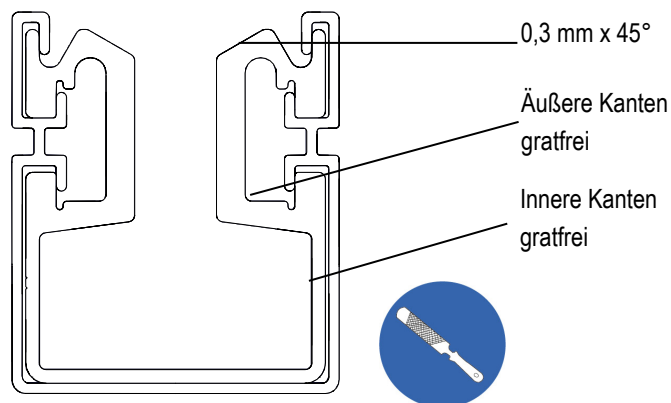

Abb. 35: ProfiDAT®-Profil gratfrei
- Nach dem Zuschneiden der Aluminiumschiene eine Fase von max. 0,3 mm x 45° an der Aluminiumschiene mit einer Schlüsselfeile herstellen (siehe Abb. 35). Dies ist wichtig, um Verschleiß der Schleifkohle zu verhindern! Grate von allen anderen scharfen Schienenkanten mit einer Schlüsselfeile entfernen!